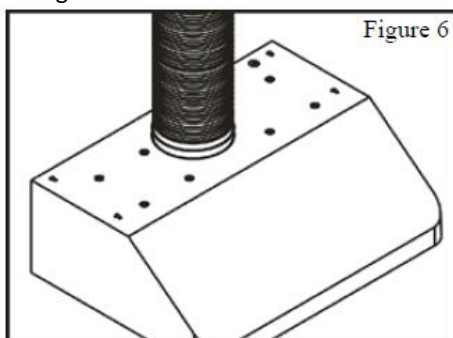

Figure 6
3. Gebruik ronde stalen buizen van 20,3cm (volg de bouwvoorschriften in uw regio) om de afvoer van de kap aan te sluiten op het kanaalsysteem erboven. Gebruik zilvertape of ducttape om alle verbindingen goed te bevestigen en luchtdicht te maken. Raadpleeg Afbeelding 6.